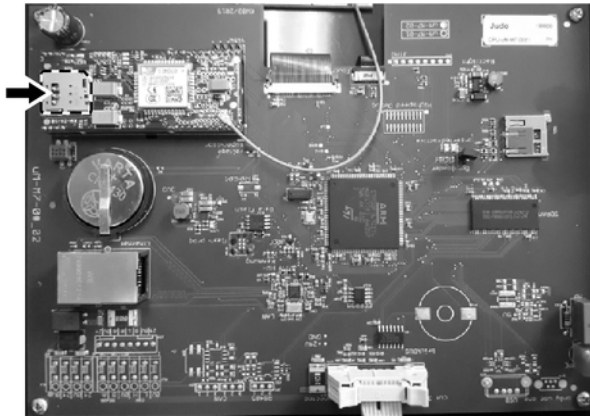

Abb. 17: Micro-SIM einlegen
- Micro-SIM-Karte vorsichtig in Pfeilrichtung bis zum Anschlag mit den Kontakten nach unten einführen (Abbildung 17).